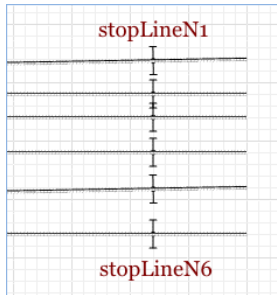

Рисунок 2.52 – Встановлення лінії зупинки вагонів
- Додайте шість елементів **Position on Track** (точка залізничної колії) на кожен колію призначення. Назвіть їх **stopLineN1**, ... **stopLineN6** (рис. 2.52). Таким чином, ми задаємо лінію зупинки вагонів для кожної колії.